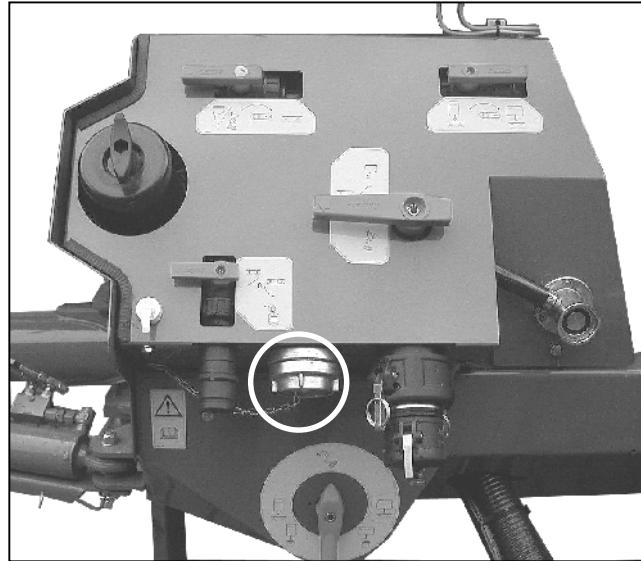

Рис. 10.8
При помощи соединения для наполнения (Рис. 10.8) баки для рабочего раствора и для промывочной воды могут наполняться водой из общественной водопроводной сети.
- Выполните соединение к водопроводной сети при помощи муфты («С») (Рис. 10.8).